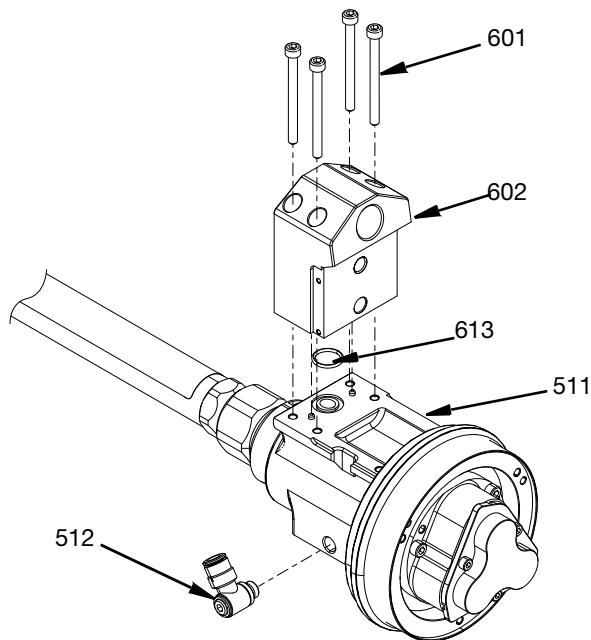

FIG. 35
1. Aplique una fina capa de grasa de litio en la junta tórica (613) y sitúela en el alojamiento de la pieza giratoria (511). Sitúe el adaptador de entrada única (602) de acero inoxidable en las clavijas y colóquelo en el alojamiento de la pieza giratoria (511). Aplique lubricante antiagarrotamiento a los cuatro tornillos M5 de cabeza hueca (601) y apriete a 6,5 N•m (57,5 lb-pulg.).
2. Aplique una fina capa de grasa de litio en la junta de sellado del accesorio de conexión acodado (512) BSPP de 1/8 pulg. Consulte la FIG. 35.